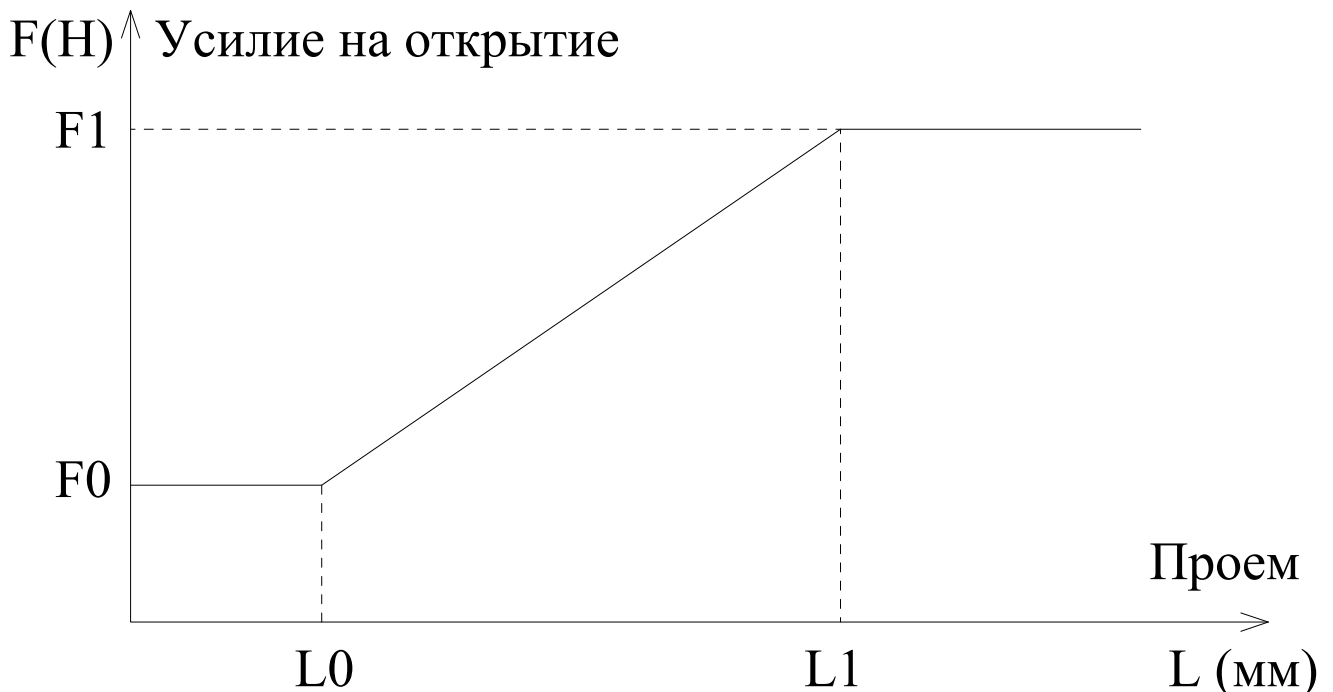

Рис. 7. Зависимость усилия на открытие от величины проема при автоматической установке сил после измерения проема ($F=f(L)$).
3.6.9.1. В параметрах **ТР.40 - ТР.44** – находятся параметры установки сил на открытие в зависимости от величины проема. Характеристика $F=f(L)$ зависимости общего усилия на открытие F_{allo} от величины проема L при автоматической установке сил после измерения проема показана на **рис.7**.